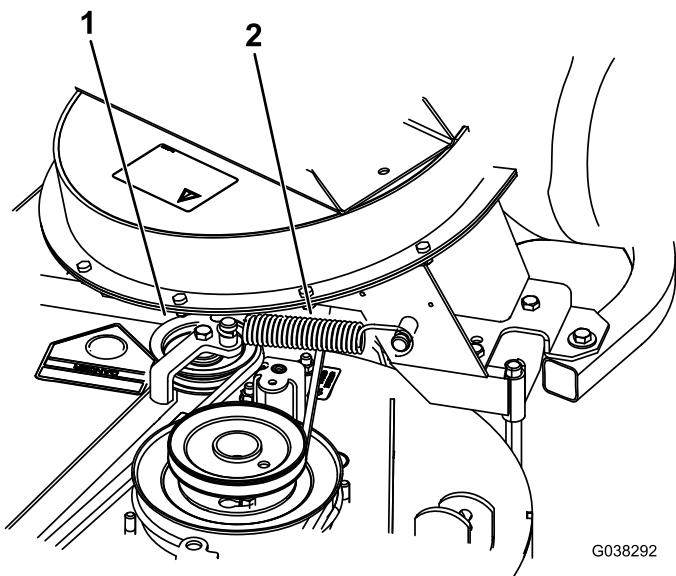

**Figura 56**
3. Allentate o rimuovete il guidacinghia (Figura 56).
4. Tirate indietro la puleggia tendicinghia a molla, per allentare la tensione della cinghia (Figura 56).
6. Montate la nuova cinghia sulla puleggia del soffiatore (Figura 56).
7. Serrate o montate il guidacinghia (Figura 56).